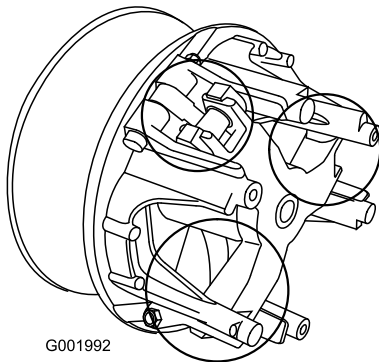

Figura 60
- Lubrique las piezas en movimiento en las zonas indicadas en Figura 60 usando Spray Lubricante Seco Toro, disponible a través de su Distribuidor o Consesionario Autorizado Toro.